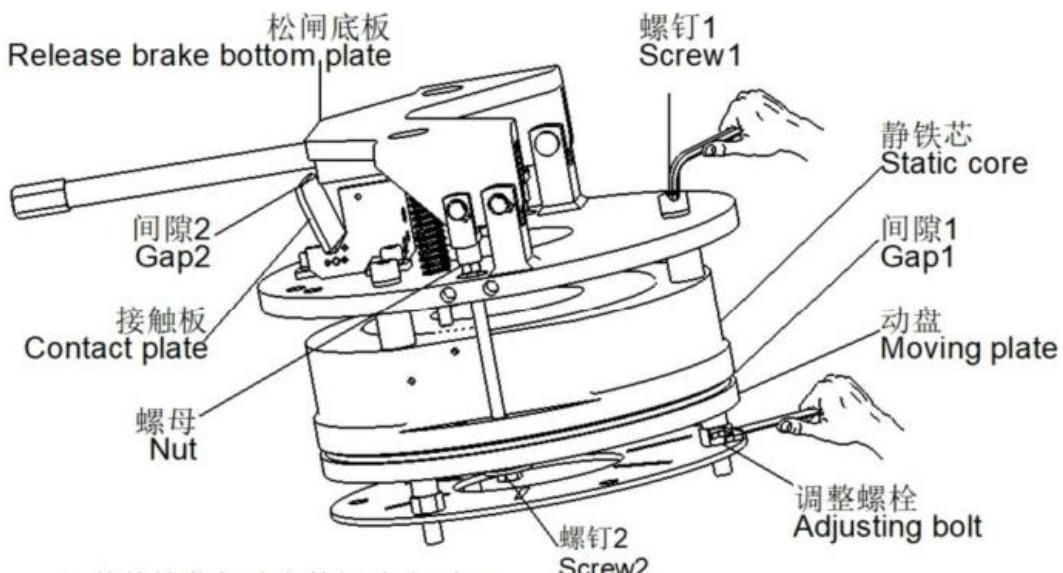

图 8-13 调间隙示意图
如图 8-13 所示, 电磁制动器间隙的调整分为: (1)、调整静铁芯与动盘的间隙; (2)、调整松闸底板与接触板的间隙。